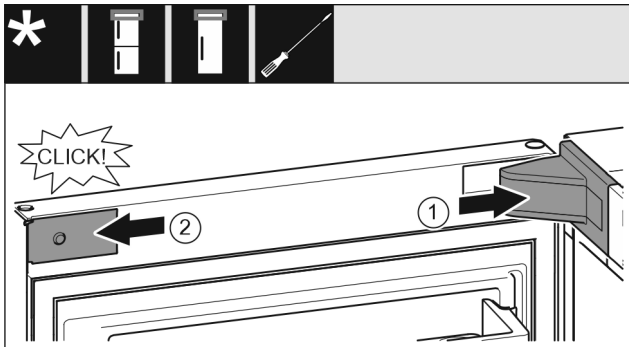

Fig. 23
- ▶ Vendosni kapakun mbulues të bazamentit mbështetës dhe mbërthejeni në vend, duke i ndarë nga njëri-tjetri nëse nevojitet. *Fig. 23 (1)*
- ▶ Vendosni panelin mbulues anash dhe mbërthejeni në vend. *Fig. 23 (2)*